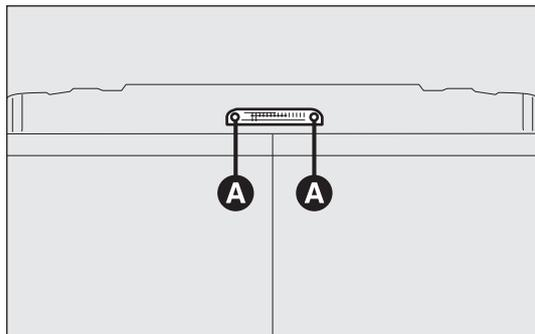

fig. 196
- svitare le due viti di fissaggio A-fig. 196;